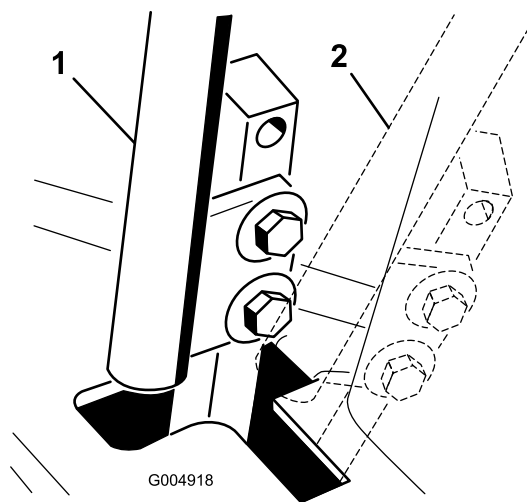

Figura 55
4. Mueva la palanca de control a la posición de PUNTO MUERTO, pero **no a la posición de bloqueo** (Figura 55).
6. Compruebe la posición de la palanca de control con relación a la muesca de la consola (Figura 55).